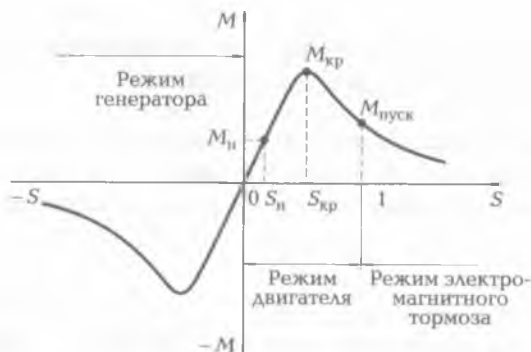

Рис. 7.7. Зависимость электромагнитного момента двигателя от скольжения
Выражение для электромагнитного момента [см. формулу (7.1)] справедливо для любого режима работы и может быть использовано для построения зависимости электромагнитного момента от скольжения при изменении последнего от  $+\infty$  до  $-\infty$  (рис. 7.7).
Участок характеристики (см. рис. 7.7), на котором скольжение изменяется от 0 до  $S_{кр}$ , соответствует устойчивой работе двигателя.
4. Какой участок кривой рис. 7.7 соответствует устойчивой работе двигателя?